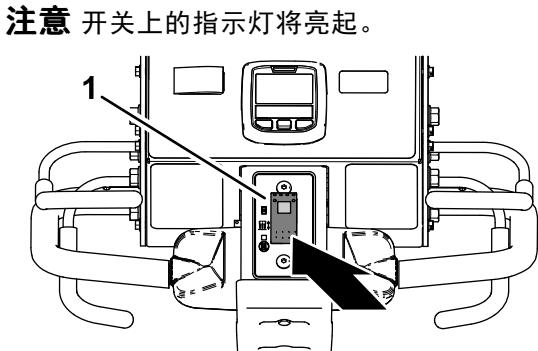

图 93
1. 将牵引控制开关的底部 **图 93** 按至 即时下降 位置。